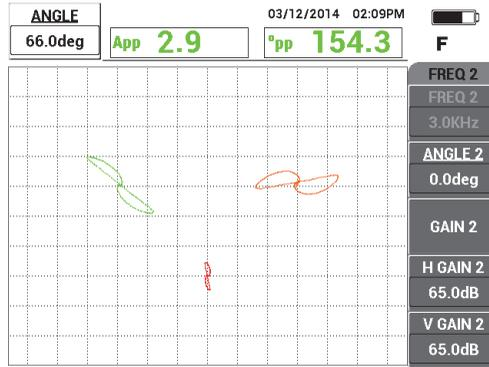

Figura 5-138 Ajuste de la fase de señal de la frecuencia 1
3. Pulse la tecla ANGLE () y, después, gire la señal de frecuencia 1 (verde) hasta que la señal de la perforación alcance la fase de cerca 40°. Vea la Figura 5-138 en la página 245.